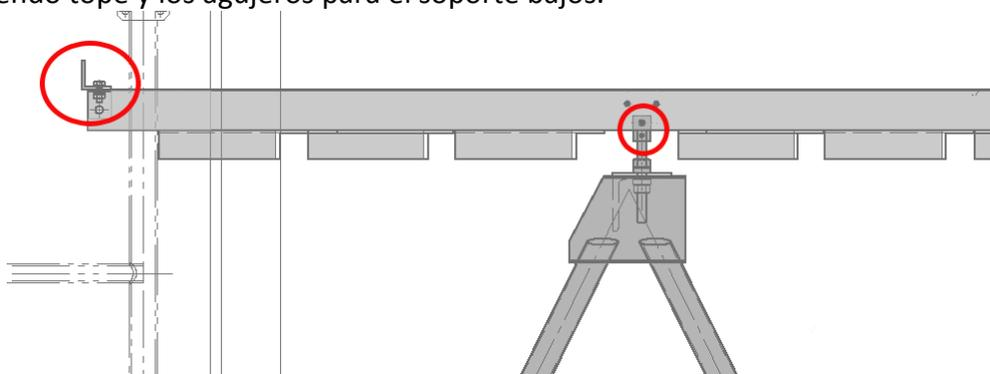

Figura 27. Orientación de la extensión de los raíles.
6. Apoyar la extensión sobre el soporte encajando los raíles del tubo entre las pletinas de unión. Es posible que haya que mover ligeramente el soporte a un lado u otro según se necesite para que los raíles pasen entre las pletinas. Cuidar que la orientación de la extensión es la indicada en la Figura 27, con el perfil L del extremo haciendo tope y los agujeros para el soporte bajos.